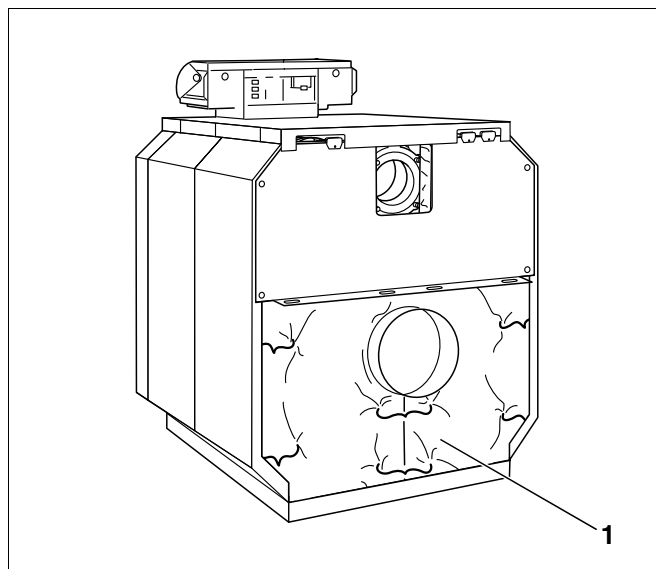

Fig. 76 Sammentrækning af isoleringen til bagelementet.
- Vip isoleringen til bagelementet ned, og træk den sammen med spændefjederen under røggasstudsens (fig. 76, **pos. 1**).